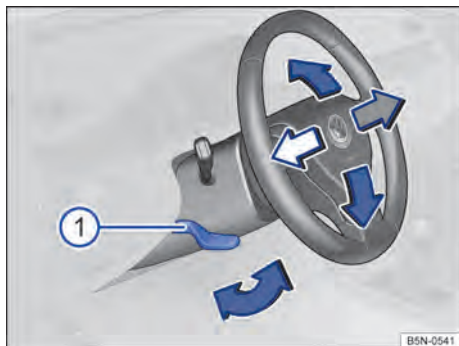

Fig. 53 Debaixo do volante no revestimento da coluna de direção: alavanca para o ajuste mecânico da posição do volante.
- Girar a alavanca \Rightarrow Fig. 53  para baixo \Rightarrow .
- Virar a alavanca \Rightarrow Fig. 53  sempre com firmeza para cima após o ajuste para que o volante não mude sua posição sem supervisão durante a condução.